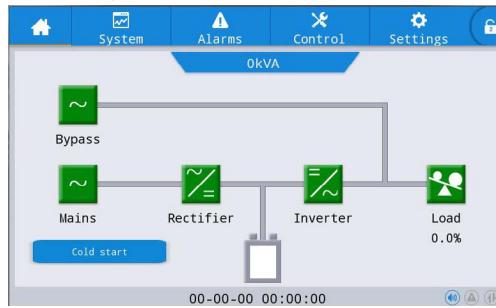

Рис. 5-1 Кнопка холодного старта на ЖК-дисплее
3. После этого нажмите кнопку холодного запуска на ЖК-дисплее, как показано на рис. 5-1. ИБП запустится, и система перейдет в режим батареи через 30 с.